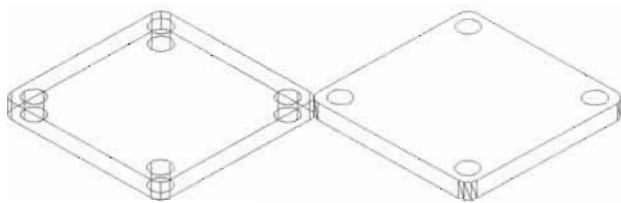

图 14-147
(5) 切换到西南等轴视图,单击“建模”工具栏中的“拉伸”按钮,对绘制的矩形进行拉伸,如图14-147所示,命令执行过程如下。